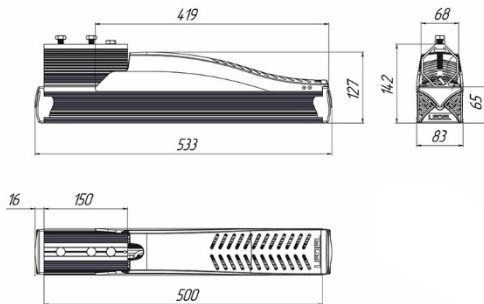

Рисунок 1 Габаритные размеры светильника «L-street 24 Premium»
1. Ослабить фиксирующие болты (кроме ограничительного болта, см. рис. 1);